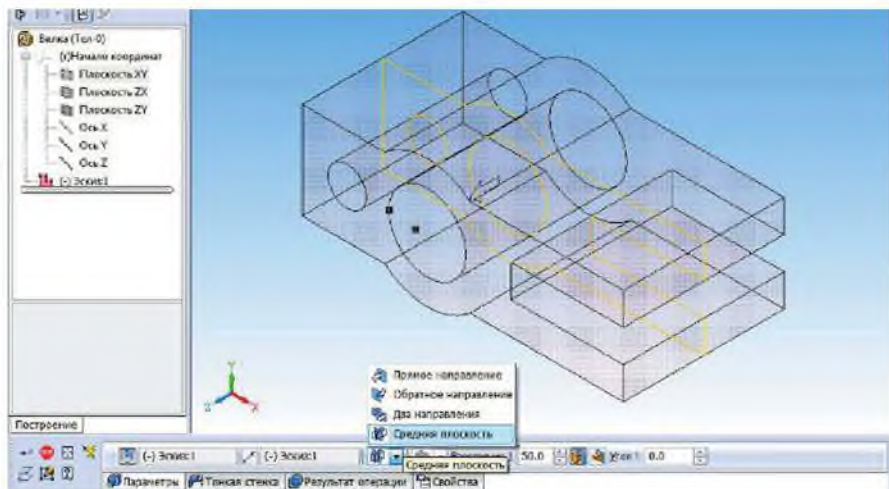

Рисунок 7.5 Операция *Выдавливания*
3. Применить операцию *Выдавливания* в средней плоскости на 50 мм (рисунок 7.5). 3D-модель детали «Вилка» изображена на рисунке 7.6.